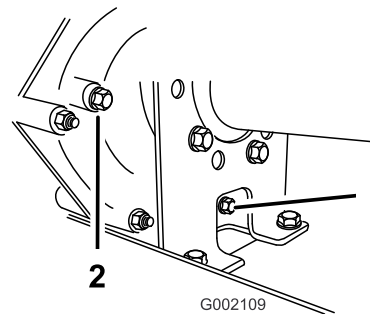
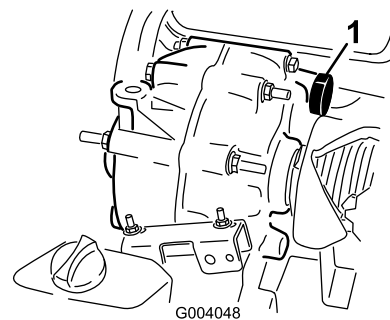

Figure 42
Figure 43
2. Enlevez le bouchon de vidange sur le côté droit du réservoir (Figure 42) et laissez l'huile s'écouler dans un bac de vidange. Revissez le bouchon de vidange en place lorsque la vidange est terminée.
3. Versez environ 1,4 l d'huile moteur SAE 10W30 dans le réservoir (Figure 43) ou faites l'appoint jusqu'à ce que le niveau atteigne le bas du trou d'indication de niveau (Figure 42).